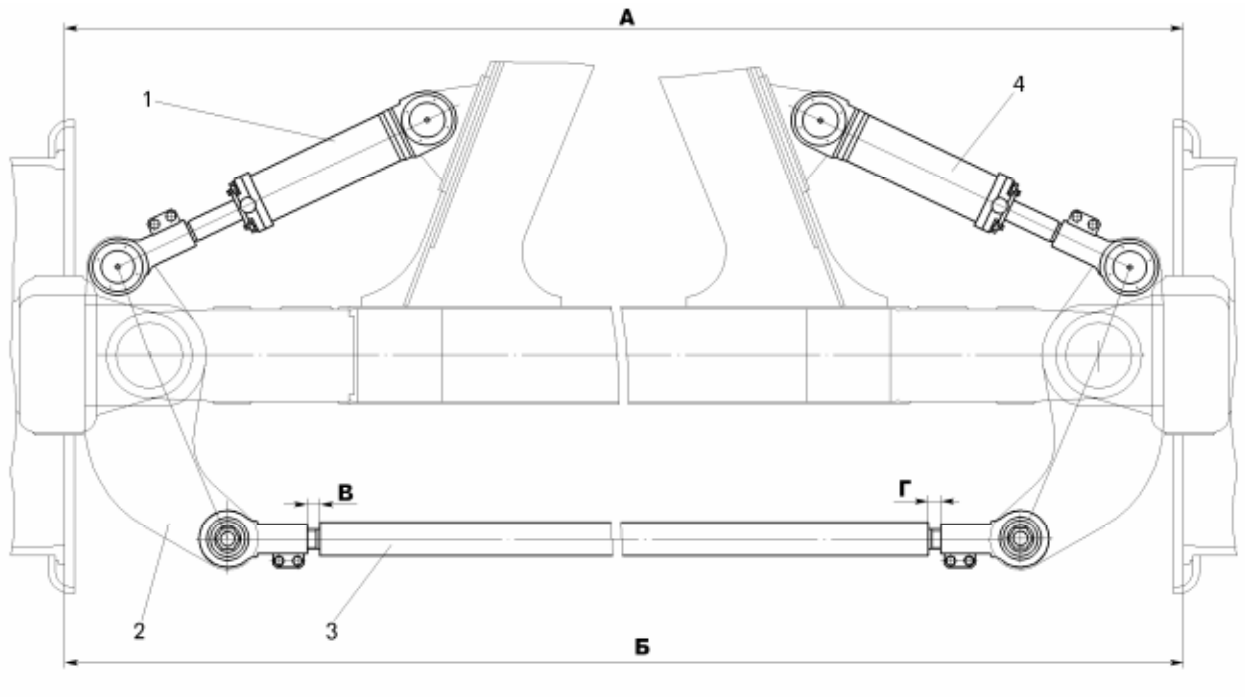

Рисунок 8.2.9 – Рулевая трапеция:
- измерить размер А (рисунок 8.2.9) между торцами бортовых оснований ободьев колес на уровне осей передних колес спереди самосвала;